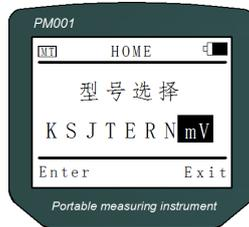

图 6 选择测量电压界面
- 第五步：短按方向键的左右键移动光标选择 mV，如图 6 所示；